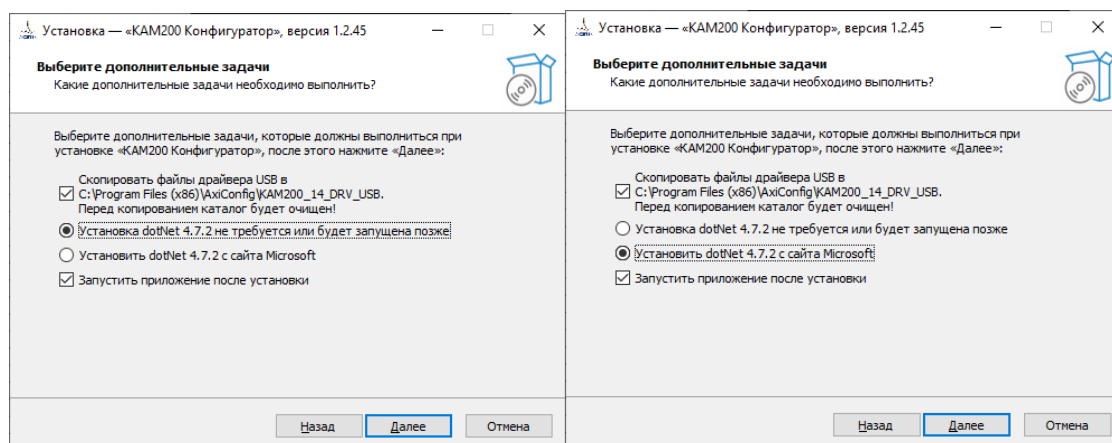

Рисунок 4 – Выбор дополнительных задач
5. Если на ПК установлена платформа dot.Net 4.7.2, выбрать вариант «Установка dot.Net 4.7.2 не требуется или будет запущена позже», иначе – «Установить dot.Net 4.7.2 с сайта Microsoft» (см. рисунок 4). Нажать кнопку «Далее».